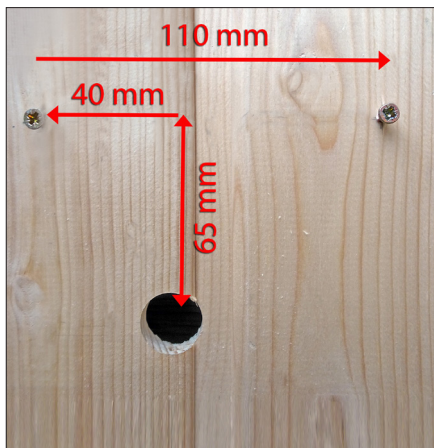

Abb. 2
- II. Messen Sie vom Bohrloch 65 mm nach oben und anschließend 40 mm nach links. Dies ergibt die Position des linken Befestigungsschraubens (Abb. 2).
- III. Montieren Sie den rechten Befestigungsschrauben waagrecht in einem Abstand von 110 mm (Abb. 2).